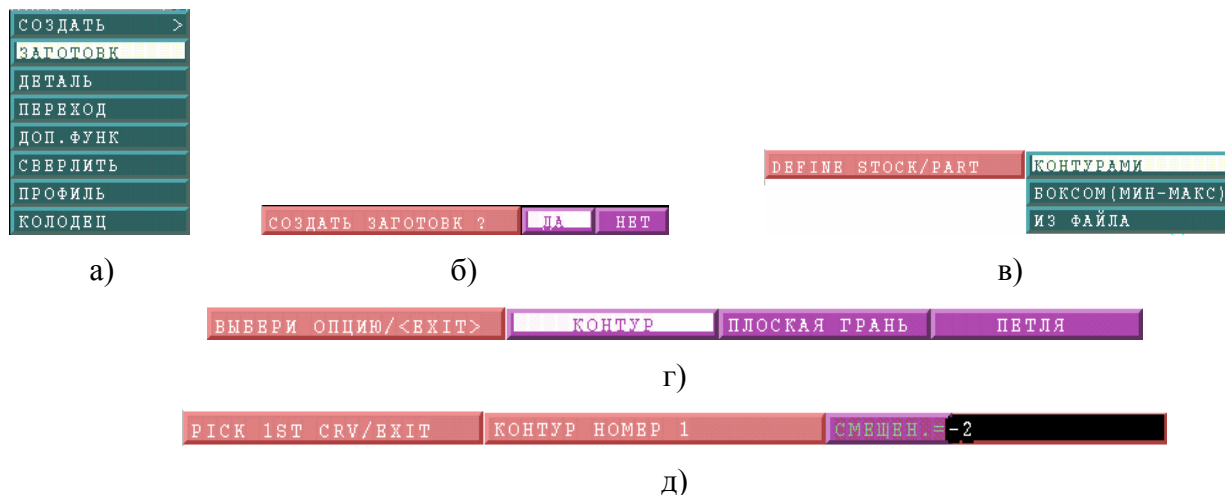

Рисунок 27 – Этапы создания заготовки
2.3.2. В открывшихся опциях функции **СОЗДАТЬ** выбираем пункт **ЗАГОТОВКА** (рисунок 27а).
2.3.3. Система уточняет: «Создать заготовку?», отвечаем **ДА** (рисунок 27б).
2.3.4. Появляется следующее меню, где выбираем **КОНТУРАМИ** (рисунок 27в).
2.3.5. В открывшемся меню выбираем опцию **КОНТУР** (рисунок 27г).
2.3.6. Затем система предлагает указать первую кривую. Прежде чем это сделать, нужно задать смещение относительно контура детали (рисунок 27д), знак минус означает смещение наружу.
- 2.4.2. Из открывшегося меню (рисунок 27а) выбираем пункт **КОЛОДЕЦ**.